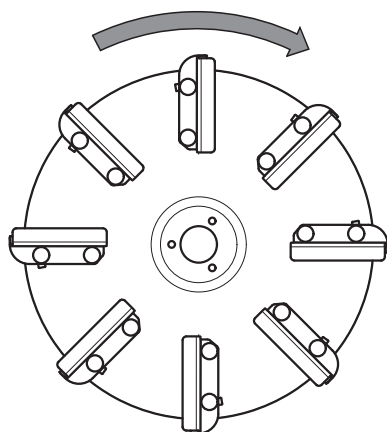

Figure 7.10 : Sens de rotation du disque d'épandage
1. Tenir compte du sens de rotation du disque d'épandage. Voir figure 7.10.